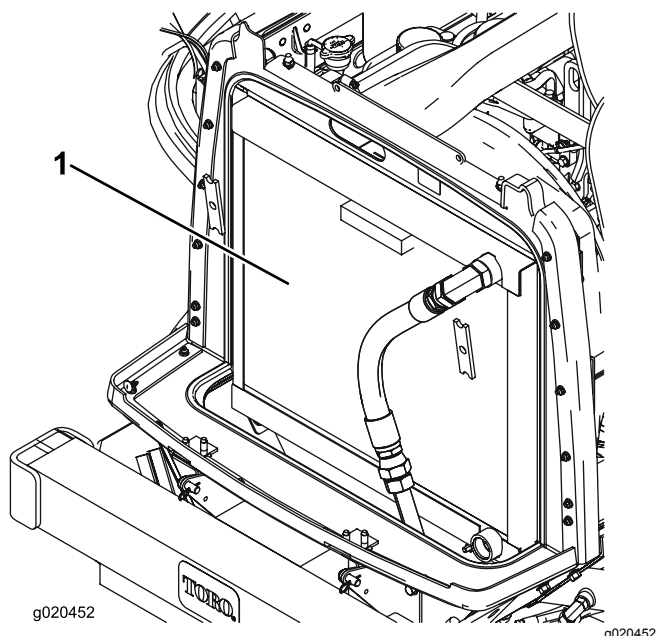

Figura 93
2. Limpe ambos os lados do radiador/refrigerador (Figura 93) com ar comprimido. Comece do lado da ventoinha e sobre os detritos para trás. Depois, limpe a partir da parte posterior e sobre na direção da parte frontal. Repita o procedimento várias vezes até remover toda a sujidade e detritos.